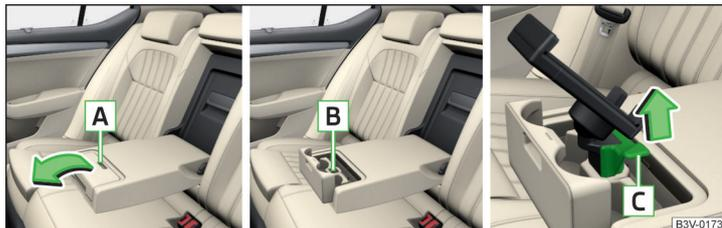

Fig. 124 Ouvrir le compartiment / emplacement pour le support / démonter le support
- Soulevez le couvercle du compartiment au niveau de l'évidement [A] » fig. 124.
- Tirez la languette de sécurité [C] dans le sens de la flèche » fig. 124.